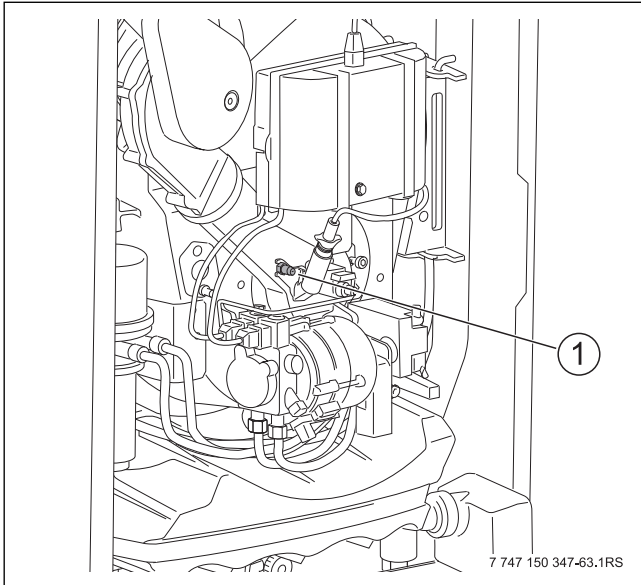

Bild 55 Statischen Gebläsedruck messen
- ▶ Druckmessstutzen (→ Bild 55, [1], Seite 36) für den statischen Gebläsedruck am Brennergehäuse öffnen.
- ▶ Messgerät für statischen Gebläsedruck am Druckmessstutzen (→ Bild 55, [1]) des Brennergehäuses anschließen.